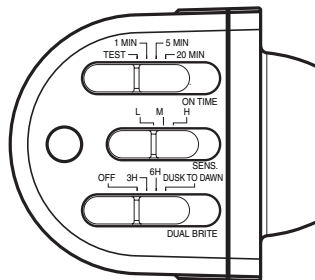

Figura 7
- Deslice el interruptor de sensibilidad (SENS) a la posición "LO", el interruptor ON-TIME a la posición TEST, y el interruptor DUALBRITE a la posición OFF (vea la Figura 7).